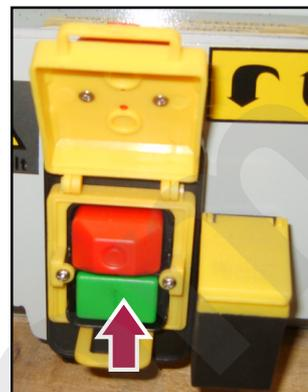

Figura 11 – Interruttore di avvio.
Per avviare il motore elettrico, sollevare la calottina rossa (di emergenza) e premere il pulsante verde di avviamento (vedere la figura 11). Attraverso questo pulsante, viene alimentato il motore elettrico e il mandrino inizia a ruotare.
9. Premere il pulsante di avviamento della macchina (di colore verde, vedere Figura 11) per dare inizio alla rotazione del mandrino.